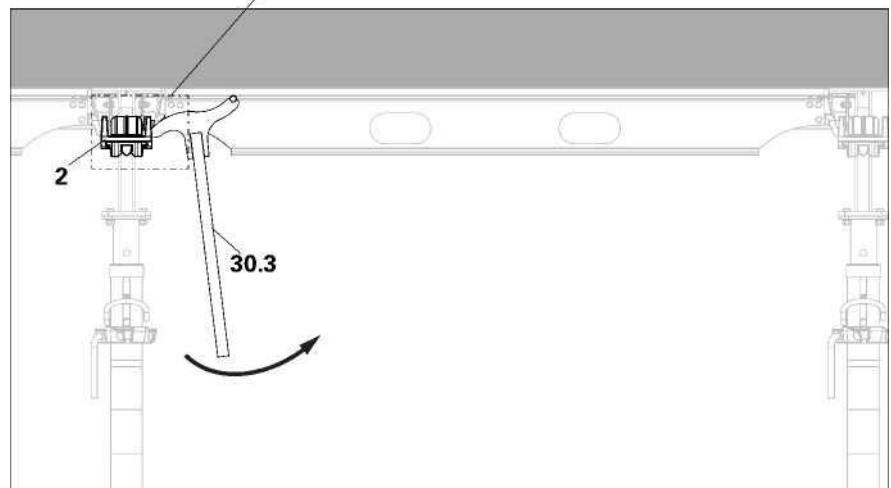

Fig. A11.11
1. Ao usar a ferramenta de remoção para baixar a placa flyplate do Cabeçal ADH (2), certificar que a parte frontal (30a) do Cabeçal esteja no espaço entre os pinos da placa flyplate e que o ponto de articulação (30.2) seja pressionado na parte superior contra a junta do painel. (Fig. A11.11)